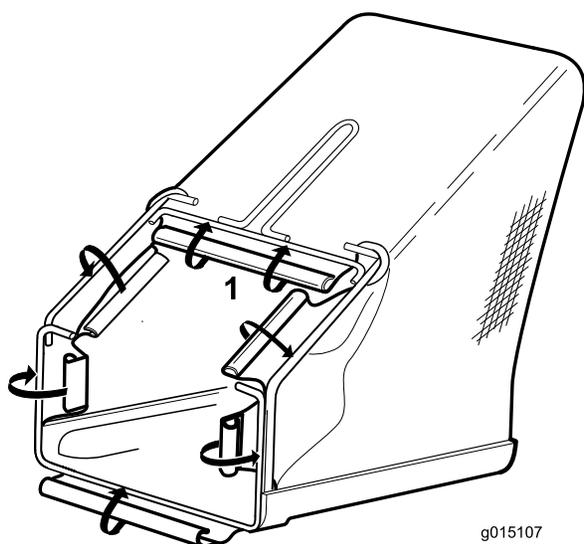

Figure 4
- En commençant au niveau de la poignée, fixez les 6 clips en plastique du bac à l'armature (Figure 4).